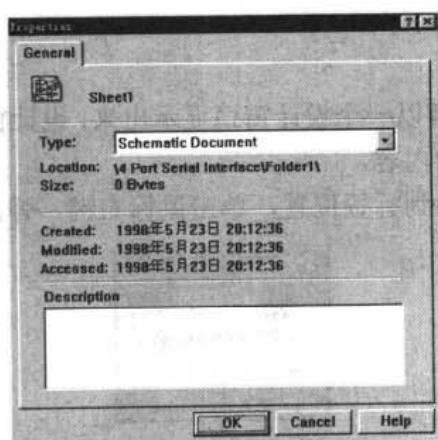

图1-12 设置文档Properties(属性)
- (1) 用鼠标右键单击视图窗口中的文档图标或设计导航树中的文档图标，选择弹出菜单的Properties项。
- (2) 出现如图1-12所示的文档属性对话框，它显示了文档的类型、位置、大小，与建立、修改、使用时间，以及文档描述。一般来说，只有两个域可以编辑：文档类型和描述。如果要编辑文件夹的属性，则Type框显示为Folder，并且是不能更改的。如果要编辑文件属性，则单击Type框的下拉按钮，选择需要的类型。